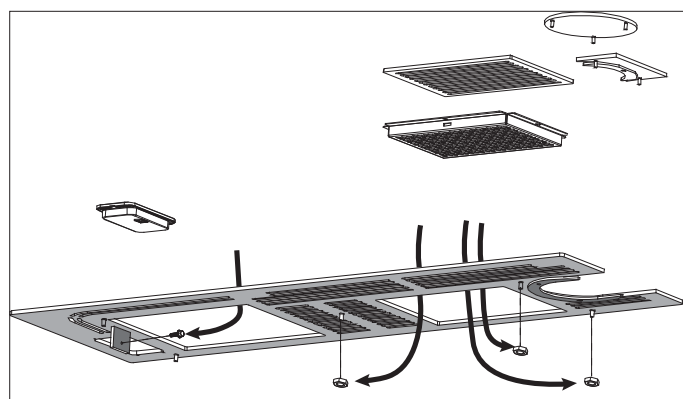

fig. 6.2
- Il est possible de procéder au nettoyage du caisson des fumées sous le ventilateur, en dévissant le cache frontal au-dessus de la porte. Pour ce faire, il sera nécessaire de retirer le haut (fig. 6.2) et de démonter la partie supérieure du revêtement.